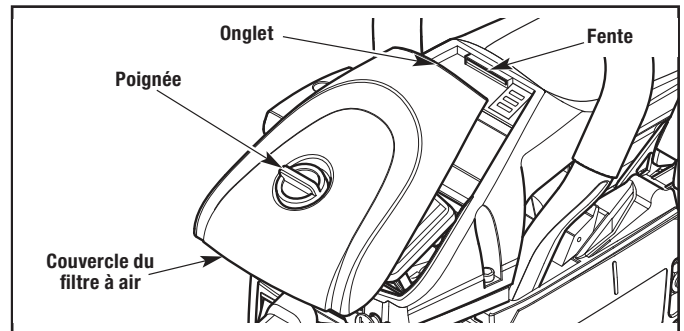

Figure 41
1. Tournez la poignée sur le couvercle du filtre à air dans le sens contraire des aiguilles d'une montre pour desserrer le couvercle (Fig. 41).
2. Retirez le couvercle du filtre à air (Fig. 41).
6. Remettez le couvercle du filtre à air en place. Insérez l'onglet du couvercle du filtre à air dans la fente du bâti de la scie à chaîne (Fig. 41).
2. Tournez la poignée du couvercle du filtre à air dans le sens contraire des aiguilles d'une montre pour desserrer le couvercle (Fig. 41).
3. Retirez le couvercle du filtre à air (Fig. 41).
10. Remettez le couvercle du filtre à air en place. Insérez l'onglet du couvercle du filtre à air dans la fente du bâti de la scie à chaîne (Fig. 41).